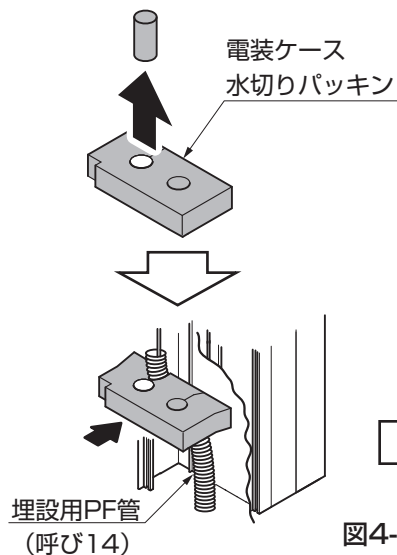

図4-16
- ③ 水切りパッキンの片側の穴を指で押しつけて抜き取ってください。(図4-16参照)
- ④ PF管 (呼び14) に水切りパッキンを装着して電装ケース下部にはめ込んでください。(図4-16参照)
- 電装ケース下部へはめ込んだ水切りパッキンの使用しない穴は抜き取らないでください。(図4-16参照)